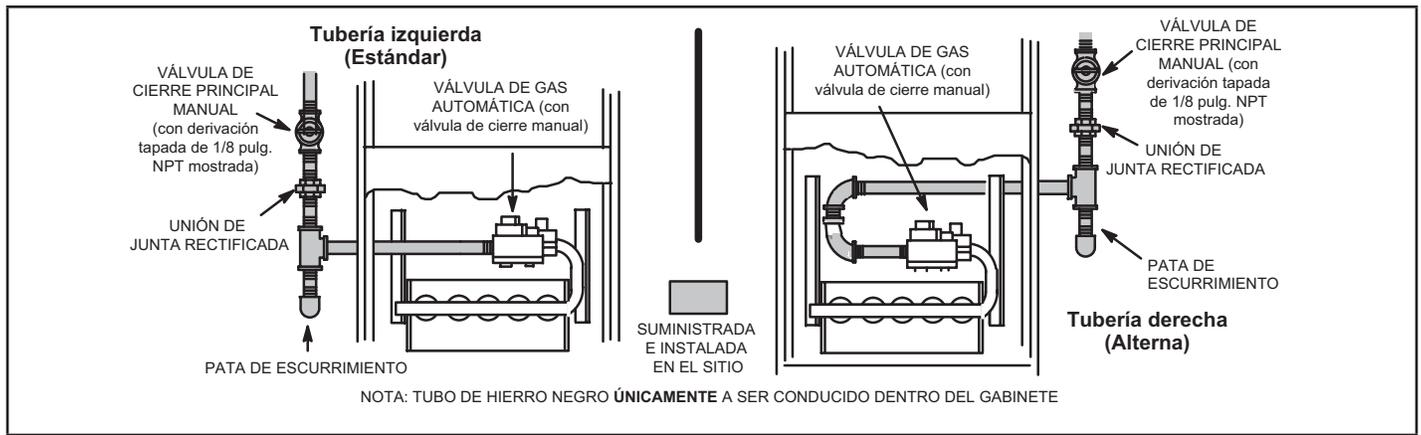

FIGURA 55
- 1 - La tubería de gas se puede conducir a la unidad desde el lado izquierdo o lado derecho. La tubería de suministro entra a la válvula de gas desde el costado de la válvula como se muestra en la FIGURA 55. La torsión máxima es de 800 pulg-libras y la torsión mínima es de 350 pulg-libras cuando se conecte la tubería de gas a la válvula de gas.
- 3 - La tubería de gas no debe tenderse a través de los conductos de aire, canaletas de ropa, chimeneas o ventilación de gas, montaplatos o el hueco del ascensor. Centre la línea de gas en el centro del agujero para tuberías. La línea de gas no debería tocar el costado de la unidad. Ver FIGURA 55 .